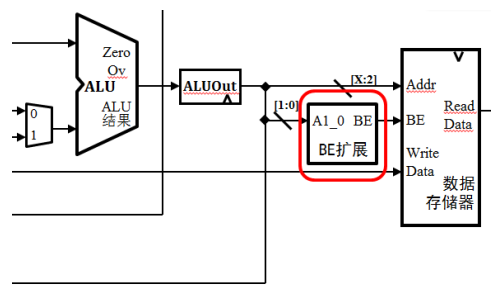

Figure4 BE 扩展
e) Figure4 给出了增加 BE 扩展的数据通路局部参考设计。显然，BE 扩展功能部件还需要有来自控制器的控制信号。注意：由于 DM 容量有限，因此 ALUOut 计算出来的 32 位地址没有必要也不可能都用上，故接入 DM 的地址总线位数为[X:2](假设 DM 容量为 4KB，那么 X 就是 11；假设 DM 容量为 1MB，那么 X 就是 19；依次类推)。